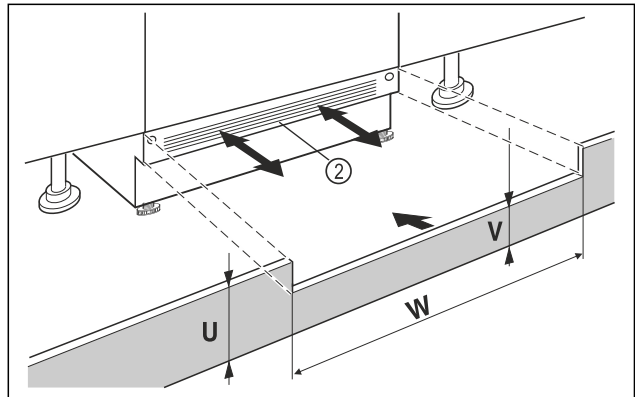

Fig. 14 Beispielhafte Darstellung
- ▶ Gerätesockelblende Fig. 14 (2) aufsetzen aber noch nicht fixieren.
- ▶ Bei sichtbarer Sockelblende Fig. 14 (2), diese so weit nach vorn ziehen, dass Vorderkante Lüftungsgitter und Möbelsockelblende eine Ebene bilden.
- ▶ Bei verdeckter Sockelblende Fig. 14 (2), diese ganz nach hinten schieben.
- ▶ Auf komplett freie Lüftungsschlitze achten: Bei Bedarf Höhe der Möbelsockelblende Fig. 14 (U) zuschneiden!
- ▶ Entlang der Nischenbreite Fig. 14 (W) die Steghöhe Fig. 14 (V) unter der Gerätesockelblende Fig. 14 (2) einpassen.